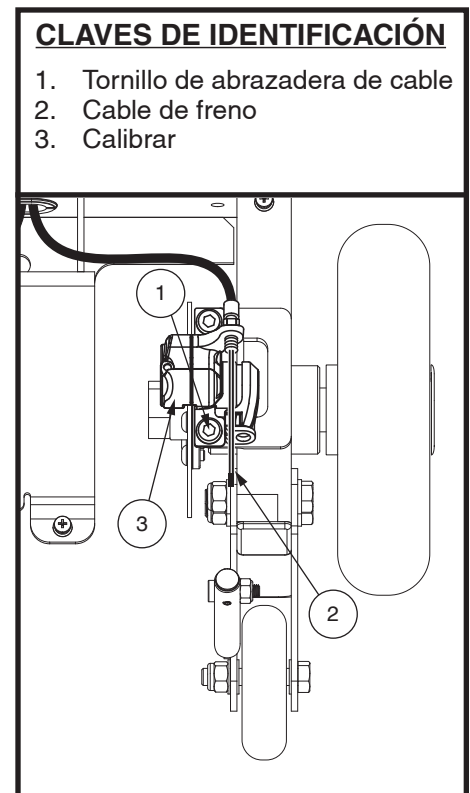

Figura 25. Ajuste del cable del freno
2. Localice el cable del freno en la parte trasera del scooter cerca de la pinza. **Ver figura 25.**
5. Con la otra mano, apriete las dos (2) palancas de la pinza. Utilice unos alicates para tirar del cable del freno.